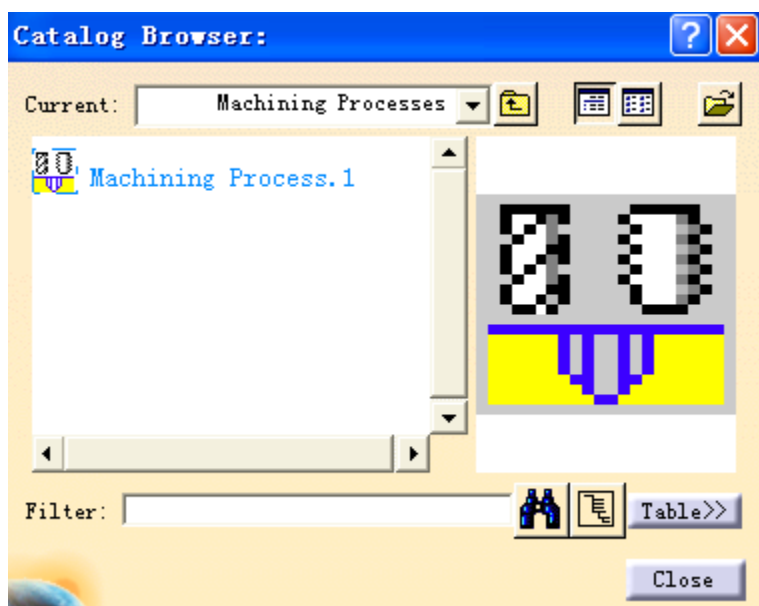
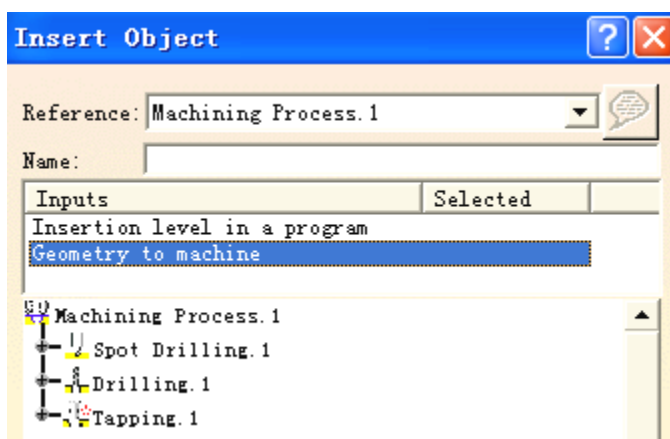
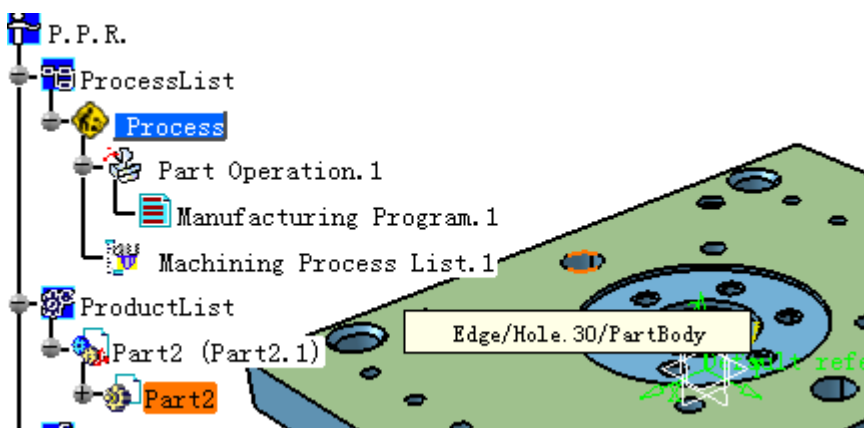
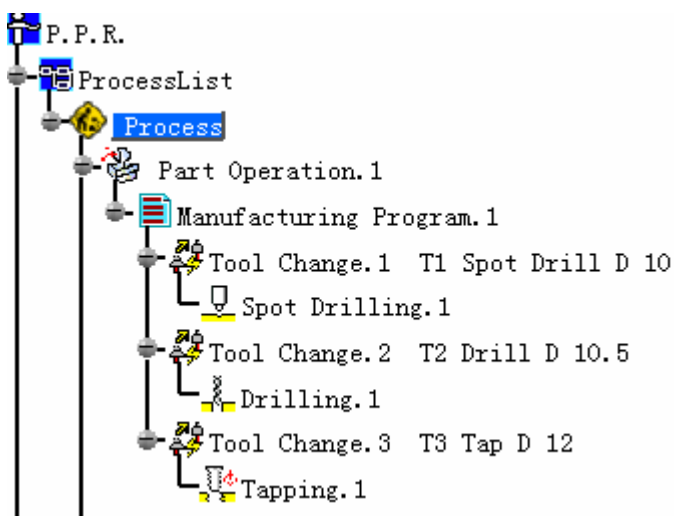

图 1-58 目录浏览器窗口
图 1-59 插入目标窗口
图 1-60 选择几何元素
图 1-61 更新的树状目录
(3)在出现的窗口中(见图 1-58)双击加工过程(Machining Process.1),出现图 1-59 所示的插入目标窗口。
选择要加工的几何元素（见图 1-60），然后在图 1-59 所示的窗口中的点击 OK 按钮确定，树状目录将被更新如图 1-61 所示。
在刀具变换工具栏（见图 1-62）中选择适当的刀具，出现刀具变换对话框如图 1-61